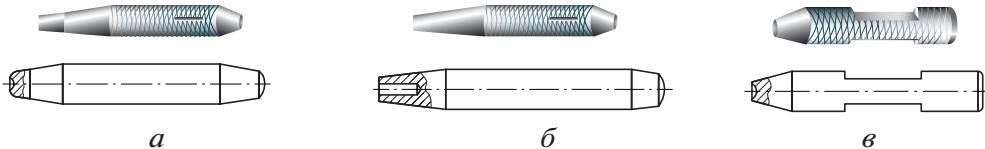

Рис. 5.46. Вспомогательный инструмент для клёпки:
- вспомогательные инструменты и оборудование (рис. 5.46): обжимки, натяжки, поддержки, плиты, слесарные тиски.
Обжимка (рис. 5.46, *а*) — это стальной стержень, на рабочем конце которого имеется углубление по форме головки заклёпки. *Натяжка* (рис. 5.46, *б*) — это стальной стержень с цилиндрическим отверстием в рабочем конце. Отверстие в натяжке обычно на 0,2 мм больше диаметра заклёпки. Формы *поддержек* (рис. 5.46, *в*) могут быть разными. При соединении заклёпки поддержка закрепляется в слесарные тиски.